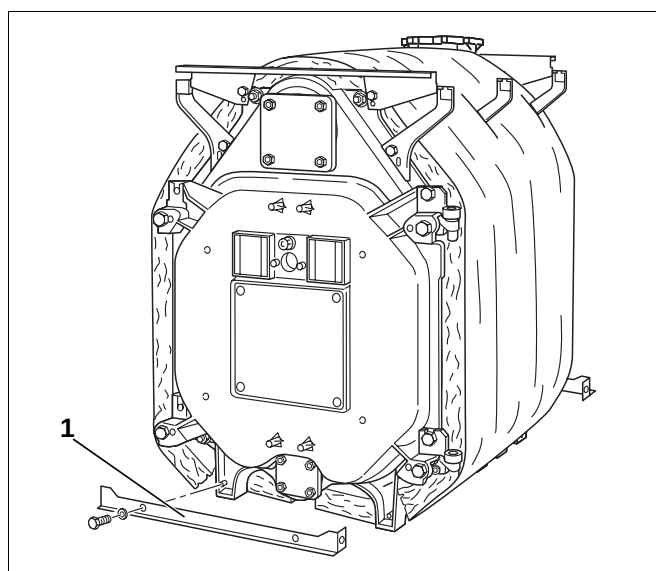

Fig. 42 Montasje – nedre tverrtraverser
- Skru tverrtraversene nede foran (fig. 42, pos. 1) og bak fast til de tilsvarende kjelelementføttene med to sekskantskruer pr. travers. Kanten til disse traversene må peke utover.